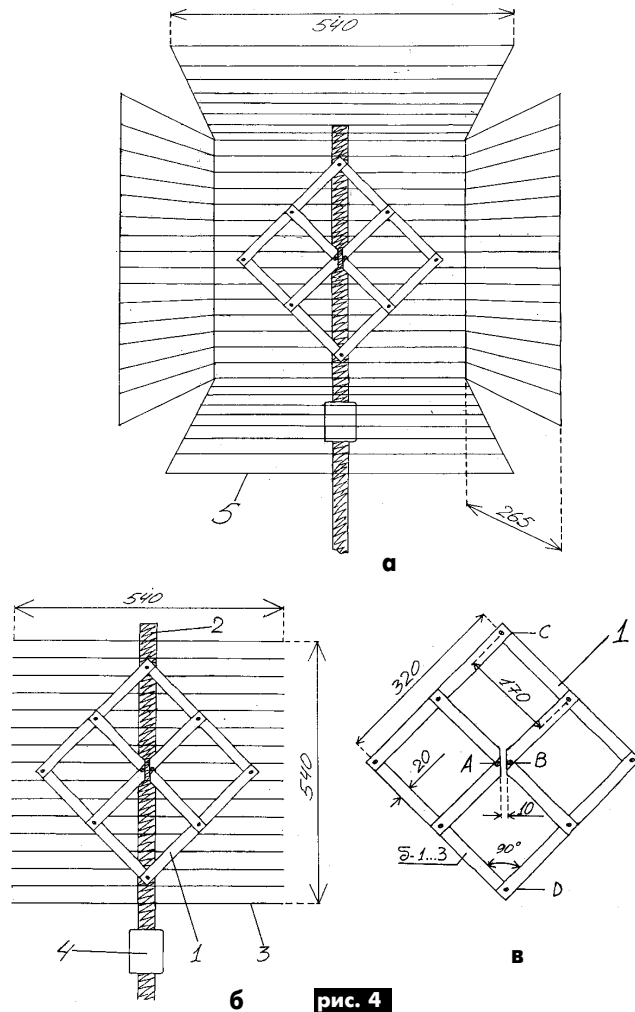

рис. 4
**Конструкция антенны ДМВ.** Добиваться очень большого усиления антенны ДМВ не всегда целесообразно, так как это ведет к неоправданному усложнению ее конструкции. Однако и рассчитывать на дальний прием с малоэффективной антенной тоже не приходится. Личный опыт конструирования и использования антенны ДМВ показывает, что наиболее простой и в тоже время весьма эффективной является Z-антенна с рефлектором (рис.4). Ее отличительными особенностями являются широкополосность, большой коэффициент усиления, хорошее согласование непосредственно с 75-омным коаксиальным кабелем и не критичность размеров.
Размеры антенны для 21-60 каналов показаны на рис.4. Если антенну будут использовать в диапазоне 61-100 каналов, то размеры нужно уменьшить в 1,5 раза. Активное полотно антенны 1 (рис.4,в) изготавливают из алюминиевых полос и скрепляют "внахлест" винтами с гайками либо заклепками. В точках соприкосновения пластин должен быть надежный электрический контакт. На мачте 2 полотно крепят в точках С и D. Мачта может быть деревянной или металлической. В последнем случае при креплении антенны ее нужно изолировать относительно мачты. Коаксиальный кабель подключают к точкам А и В (оплетку подключают к одной стороне, жилу - к другой) и прокладывают вдоль мачты 2 к уси-
лителю 4 (рис.4,б). Закрепляют кабель проволочными хомутиками.
Полотно 1 можно использовать само по себе как антенну. Ее коэффициент усиления составляет около 6 дБ. Однако лучше снабдить полотно рефлектором. Простейший рефлектор 3 (рис.4,б) представляет собой плоский экран, изготовленный из трубок или отрезков толстого провода. Диаметр элементов рефлектора не критичен и может быть в пределах 3...10 мм. Антенна с плоским рефлектором имеет коэффициент усиления около 8 дБ. Еще больше увеличить коэффициент усиления позволяет сложный рефлектор типа "полуразвалившийся короб" (рис.4,а).
Пространственная ориентация антенны, показанная на рис.4, соответствует приему сигналов с горизонтальной поляризацией. Для приема сигналов с вертикальной поляризацией необходимо полотно и рефлектор повернуть на 90°. Усилитель ДМВ располагают в непосредственной близости от антенны. Максимальная длина кабеля от антенны до усилителя - 80 см. Выходной кабель от усилителя диаметром 4 мм при необходимости наращивают кабелем снижения. Желательно, чтобы он был как можно большего диаметра (от этого зависят потери полезного сигнала в кабеле). Использовать кабель диаметром 4 мм можно лишь в том случае, если его длина не превышает 10 м. При удлинении кабеля соединение нужно выполнять "встык" так, чтобы минимальным образом нарушалась коаксиальная структура фидера.